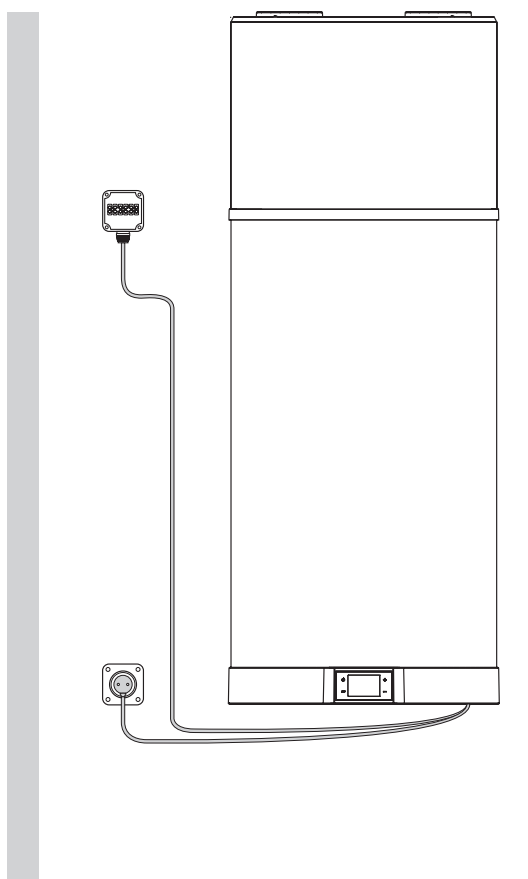
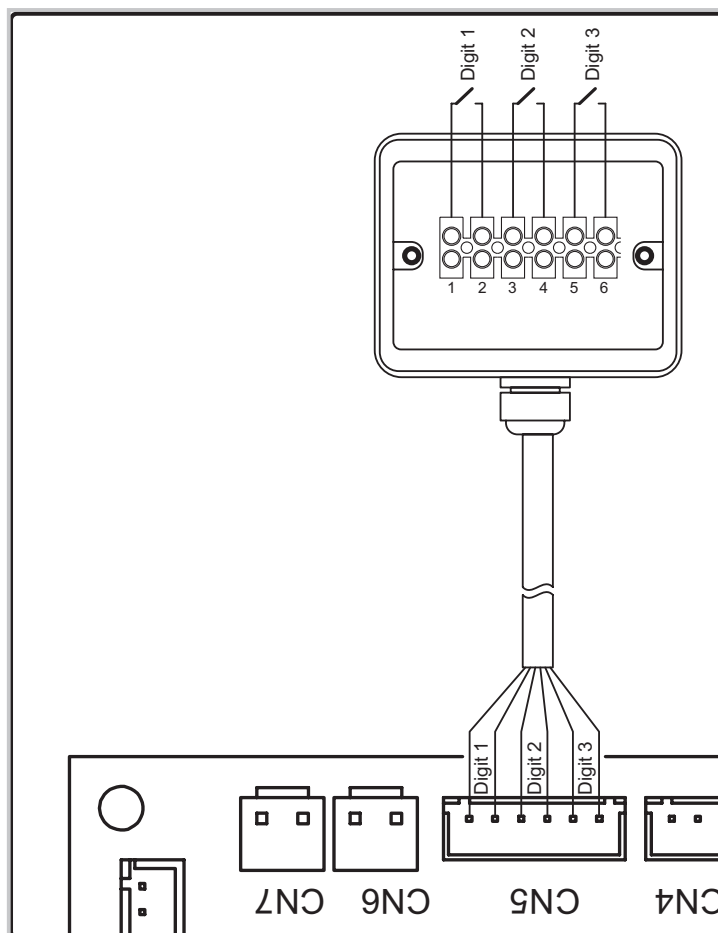

fig. 20 - Voorbeeld van externe verbindingen
fig. 21
- De volgende afbeeldingen geven een voorbeeld van een externe aansluiting (fig. 20 en fig. 21). De kabel mag niet langer zijn dan 3 m.